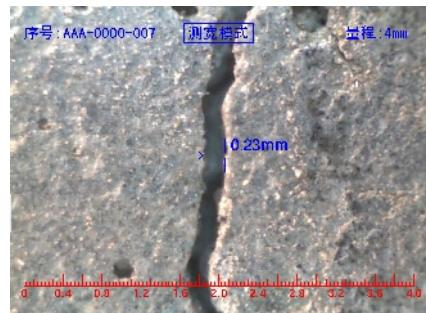

图2
(4) 裂缝捕捉及测量：直接将探头紧靠被测裂缝的两端，即可在液晶显示屏上看到被放大的裂缝，微调探头使裂缝与扫描线垂直交叉，程序将自动捕捉到屏幕中与蓝色扫描基线交叉的裂缝，与裂缝平行的2条蓝色垂线将自动锁定该裂缝2侧的边缘，程序将自动计算并实时显示裂缝的宽度数值（如屏幕中有多条裂缝与蓝色扫描基线交叉，则程序将优先读取靠近屏幕中心的裂缝）。顺裂缝发展方向移动探头，扫描线将实时显示所扫描到的裂缝宽度(如图2)。
(5) 保存：首先通过上下左右按键设置所需的裂缝编号，在测量状态按下主机上或探头顶部的“保存”键，指示灯闪亮表示拍照成功。照片将以所设置的编号为命名并存储到主机中，同时裂缝编号值自动加1；用户可在主机上浏览所储存的照片或通过随机附带的MINI USB线下载照片到电脑上。
(6) 浏览存储的照片：通过左右箭头按键选择“图片查看”图标，按“确认”键。所有储存的照片将以缩略图显示，通过上下左右箭头浏览所储存的照片，按“确认”键可放大单张照片到全屏幕显示，再按一下“确认”可返回到缩略图状态。按“取消”键回到主界面。
(7) 数据传输：在开机的情况下将主机和电脑通过随机提供的USB线连接。电脑上会自动显示所有存储的照片(按编号命名)，用户可下载所需照片或对照片进行浏览、编辑、删除。
(8) 仪器校验：该仪器出厂前已经标定好，同时主机带有经过计量认证部门检验过的宽度标准刻度板一块，上面刻有标准宽度为0.01、0.02、0.10、1.00和2.00mm的刻度线。将探头放在不同宽度的刻度线上，屏幕上自动显示相应的刻度线宽度。当误差小于±0.01mm时，仪器方可正常使用。(误差超过±0.01mm时，请将仪器送回厂家重新校验)。